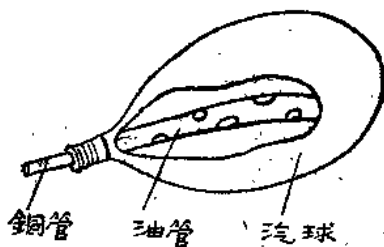

图5 橡皮油箱
2. 橡皮油箱(如图5)。用橡皮囊、油管和铜管等制成。橡皮囊一般是用橡皮球做的，它受电热式发动机的燃料侵蚀影响较小。